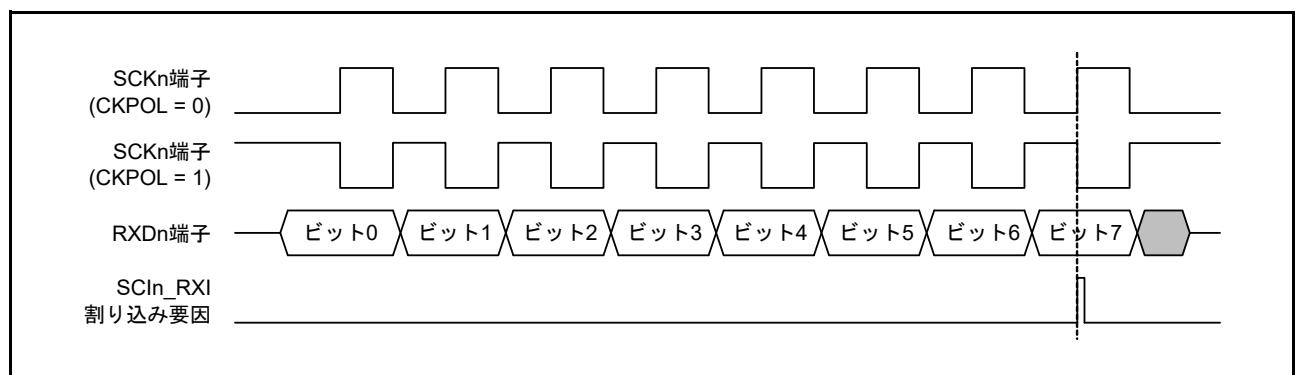

図 29.79 簡易 SPI モードにおける SCIn\_RXI 割り込みの発生タイミング（クロック遅れあり）
- クロック遅れあり (SPMR.CKPH ビット = 1) では、図 29.79 に示すように、SCKn 端子の最終クロックエッジ手前のクロックエッジで受信データフル割り込み (SCIn\_RXI) が発生します。SCR.TE ビットと SCR.RE ビットを SCKn 端子の最終クロックエッジより前に 0 になると、SCKn 端子出力がハイインピーダンスとなり、送受信クロックの最後のクロックパルス幅が短くなります。また、SCIn\_RXI 割り込みの発生によって、SCKn 端子の最終クロックエッジより前に接続先スレーブの SSn 端子入力信号が High になった場合、スレーブが誤動作する可能性があります